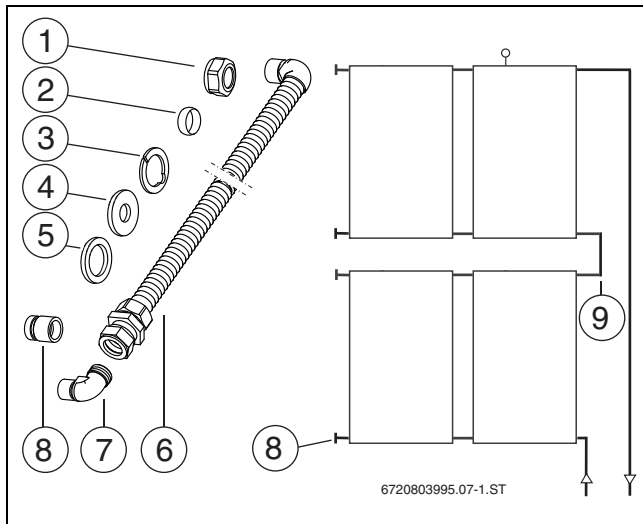

Bild 65
- ▶ Kappen mit den O-Ringen auf die freien Kollektoranschlüsse schieben und mit Klammern sichern (→ Bild 65, [8]).